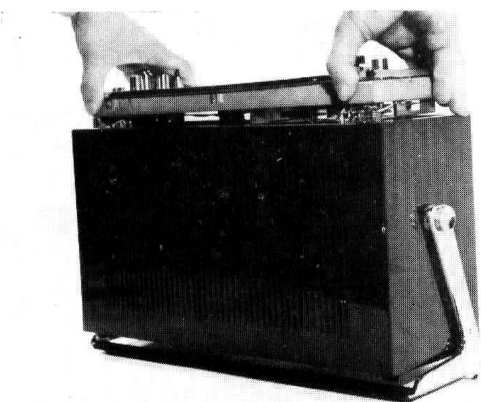

Fig. 3
- Soulever le châssis par dessous l'enjoliveur de cadran (fig. 3).